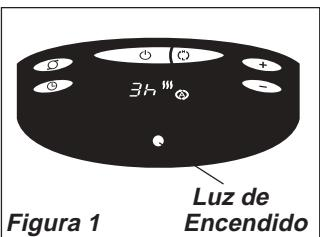

Figura 1
- Cuando el Calefactor se conecte por primera vez, se oirá un "bip" y la **Luz de Encendido** se encenderá indicando que hay electricidad en la unidad. La **Luz de Encendido** permanecerá encendida hasta que el Calefactor sea desconectado del tomacorriente eléctrico. (**Figura 1**)